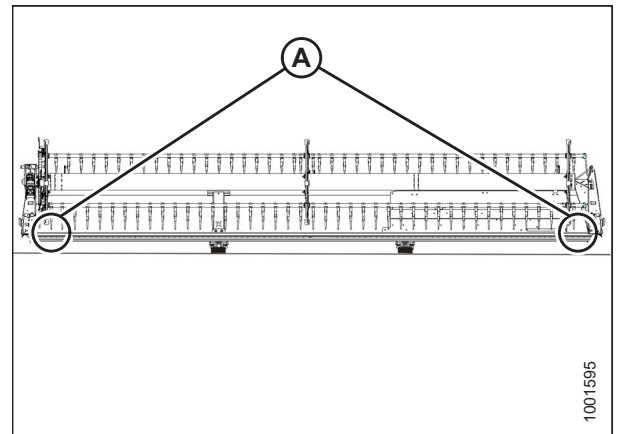

Figura 4.262: Punti di misurazione FlexDraper® – Aspo singolo
- Testate ad aspo singolo: Figura 4.262, pagina 455